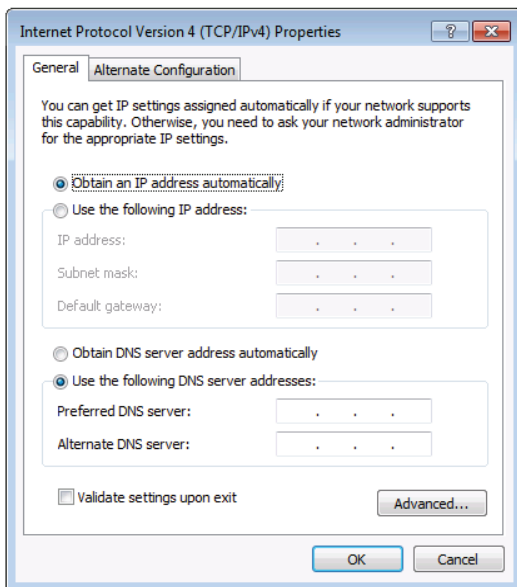

Рис. 11. Окно «Internet Protocol Version 4» (Интернет-протокол версии 4)
5. Щелкните на позиции Properties (Свойства). На экране появится окно «Internet Protocol Properties» (свойства интернет-протокола), соответствующее информационной системе, как показано на рис. 11 или рис. 12.